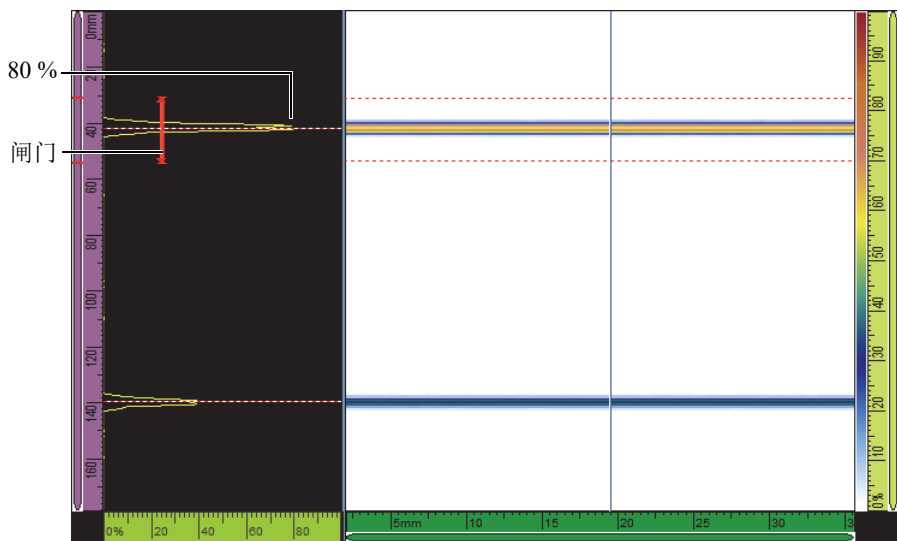

图 5-3 线性扫查中反射体信号的示例
- b) 设置**增益**，使第一个信号的波幅达到 A 扫描满屏高的大约 80 % 处（参见第 119 页的图 5-3）。
- c) 设置**起始与范围**参数，以使 A 扫描中出现来自两个反射体的两个信号（参见第 119 页的图 5-3 中的示例）。
- a) 在起始和宽度参数中，输入闸门 A 的起点和宽度，使第一个信号穿过闸门的正中，并且闸门具有容纳整个信号的宽度（参见第 119 页的图 5-3）。